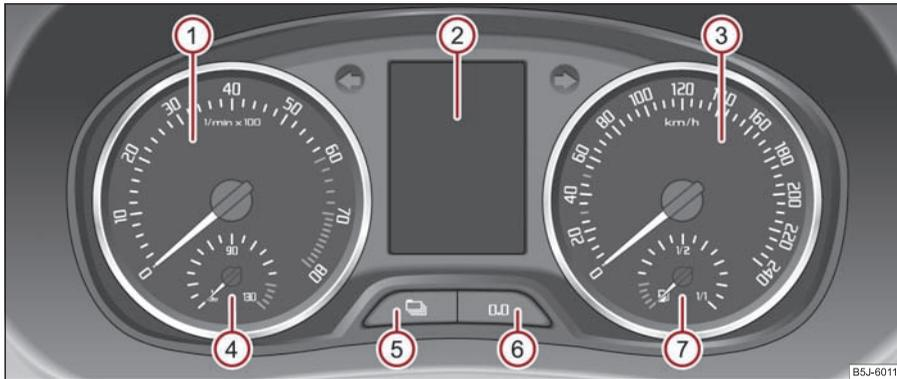

Abb. 15 Kombi-Instrument
Der rote Bereich der Drehzahlmesserskala ① ⇒ Abb. 15 kennzeichnet den Bereich, in dem das Motorsteuergerät beginnt, die Motordrehzahl zu begrenzen. Das Motorsteuergerät begrenzt die Motordrehzahl auf einen sicheren Grenzwert. ►
Die Kühlmitteltemperaturanzeige (4) ⇒ Seite 17, Abb. 15 arbeitet nur bei eingeschalteter Zündung.
Die Kraftstoffvorratsanzeige (7) ⇒ Seite 17, Abb. 15 arbeitet nur bei eingeschalteter Zündung.
Halten Sie den Rückstellknopf **(6)** ⇒ Seite 17, Abb. 15 ca. 1 Sekunde gedrückt, wird der Tageszähler auf Null zurückgestellt.